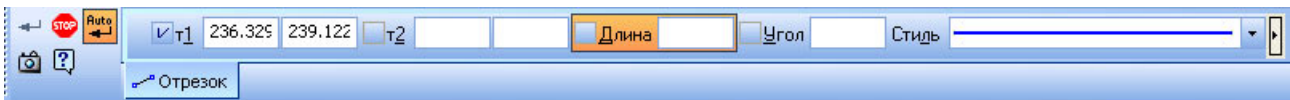

Рис. 3.1 Меню властивостей при створенні відрізка
- безпосереднє позначення дійсних координат у панелі властивостей (x, y, наприклад 330.5, 220.7). Як роздільник десяткових знаків у Компас використовується символ – крапка (рис.3.1).